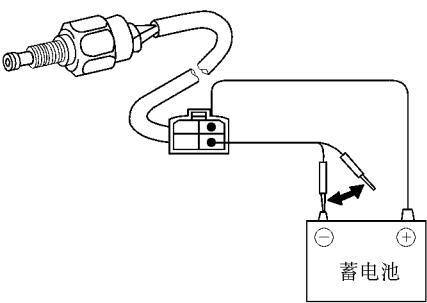

图 2-6 检查怠速断油电磁阀
(4) 检查怠速断油电磁阀。将电磁阀和端子连接到蓄电池的接线柱上，当电源被接通和断开时，电磁阀应发出“咔嗒”的响声，如图 2-6 所示。